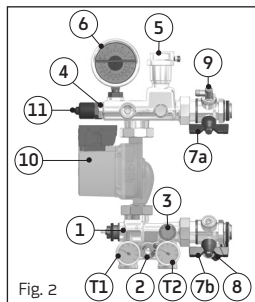
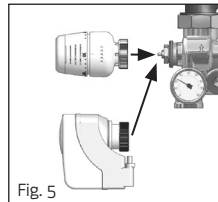
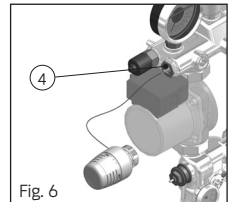

Fig. 2
Fig. 5
Fig. 6
By-pass-ul primar pentru temperatura inalta in Fig. 2) permite recircularea apei calde pe retur catre centrala. Ca atare, temperatura apei din retur este mai mare. By-passul este reglabil de la pozitia 0 la "Kv 20". Pozitia 0 indica by-pass complet inchis iar "Kv 20" indica pozitia maxima deschisa. Deschiderea by-pass-ului este recomandata atunci cand centrala are nevoie de recirculare pentru o functionare optima sau atunci cand sunt montate mai multe Unimix-uri in aceeasi cladire alimentate de aceeaasi centrala.
- deschideti by-pass-ul secundar la maxim (3 in Fig. 2)
- odata ce ati verificat ca apa din cazan a atins temperatura setata, lasati apa sa circule prin instalatie, verificand valoarea temperaturii pe tur afisata pe termomanometru (6 in Fig. 2). Pot aparea trei situatii posibile.
- case B)** temperatura de pe tur este mai mica decat cea a modelului: in acest caz, inchideti incet by-pass-ul de echilibrare secundar (3) pana cand temperatura pe tur scade la temperatura dorita;
Sistemul UNIMIX permite ajustarea atat in punct fix cu ajutorul unui cap termostatat sau modular cu ajutorul unui servomotor. Capul termostatat sau servomotorul ar trebui pozitionat pe pistonul vanei de amestec cu 3 cai (1 in Fig. 2), cum arat Fig. 5. Pentru ajustare in punct fix sonda cu imersie este asezata in teaca (4 in Fig. 2), cum arata in Fig. 6. In cazul unui servomotor, prindeti sonda direct pe distribuitorul tur cum se specifica in manualul controlerului.